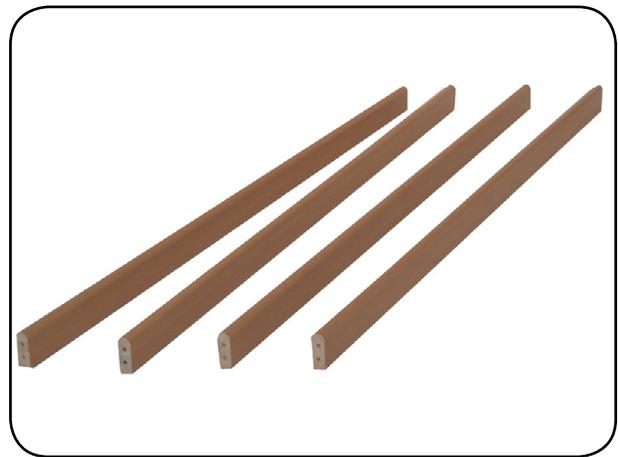

Abb. 6.6.02 – Holz-Seitengitterholme
- 4x Holz-Seitengitterholme lang (Abbildung 6.6.02)